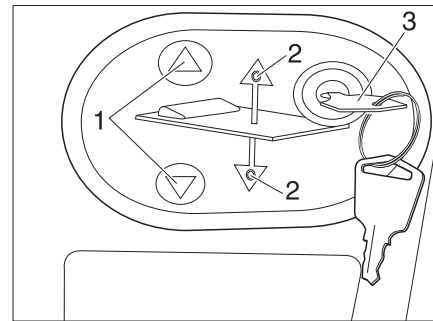

Bild 119 Bedienpanel für elektrisches Hubbett
- Schlüssel (Bild 119,3) in das Bedienpanel stecken.
- Auf Taste  oder  (Bild 119,1) drücken und gedrückt halten. Die jeweilige LED (Bild 119,2) leuchtet und das Hubbett senkt oder hebt sich.
- Wenn die gewünschte Position erreicht ist, Taste  oder  (Bild 119,1) wieder loslassen. Die jeweilige LED (Bild 119,2) erlischt.
- Schlüssel (Bild 119,3) abziehen.